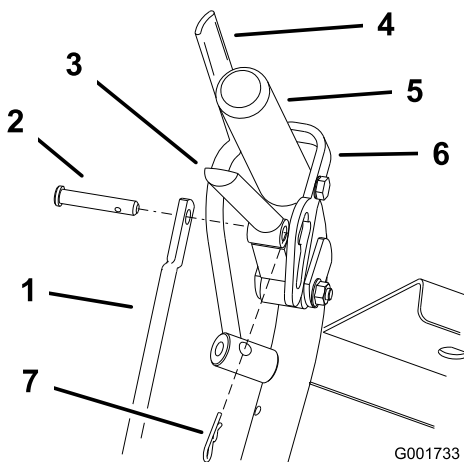
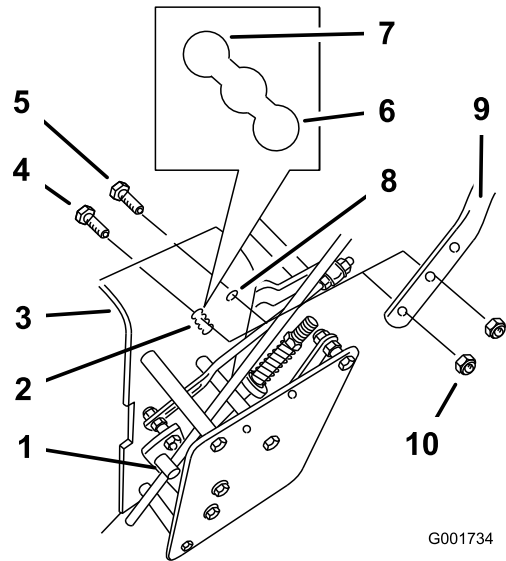

Figura 18
Figura 19
- Rimuovete le coppiglie e i perni con testa dalle leve della trazione e i blocchi in folle (Figura 18).
- Allentate il bullone flangiato ($\frac{3}{8}$ " x $1\frac{1}{4}$ ") e il dado flangiato superiori che assicurano la stegola al telaio posteriore (Figura 19).
- Allentate il bullone flangiato ($\frac{3}{8}$ " x 1") e il dado flangiato superiori che assicurano la stegola al telaio posteriore (Figura 19).
- Regolate la lunghezza dell'asta di comando ruotando l'asta sul relativo raccordo (Figura 18 e Figura 19).
- Montate la coppiglia tra la leva di trazione e il dispositivo di blocco in folle inserendola nel perno con testa (Figura 18).